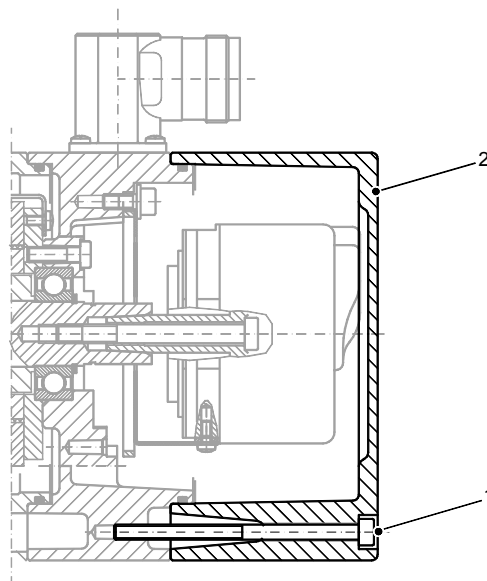

Figure 1 Removing the motor lid
2. Schrauben (1, Bild 1) abschrauben und Deckel (2, Bild 1) abnehmen.